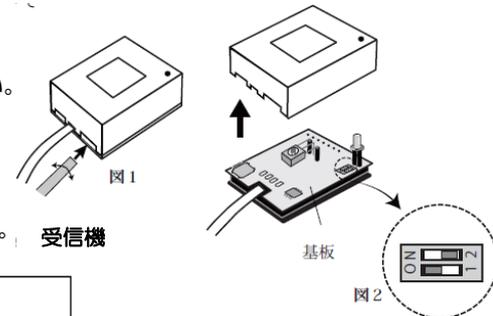

図2	アドレス 1 (工場出荷時)	アドレス 2	アドレス 3
- ③ 図2の DIP スイッチのパターンにより最大3つまでアドレス設定可能です。
- ④ スイッチの設定が完了したらカバーをはめて、受信機のコネクターを接続してください。